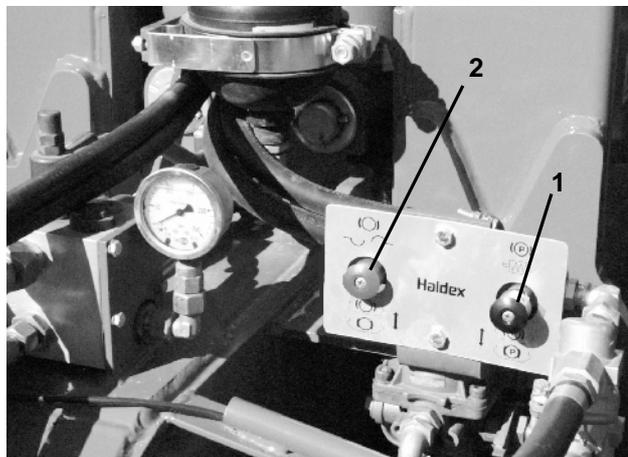

Fig. 14
- Feststellbremse (schwarzer Knopf) lösen (Fig. 14/1).
- Der rote Knopf (Fig. 14/2) dient dem Lösen der Bremse bei nicht angeschlossenen Bremschläuchen (Rangieren).